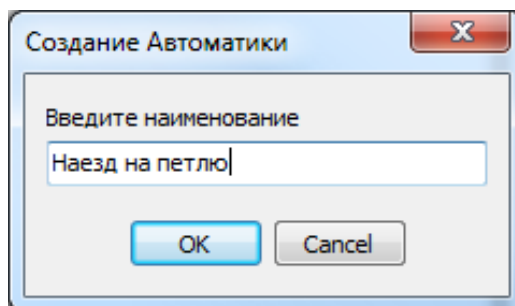

Рисунок 2.50
1. Создадим автомат «Проезд ТС по индукционной петле» (рис. 2.50)